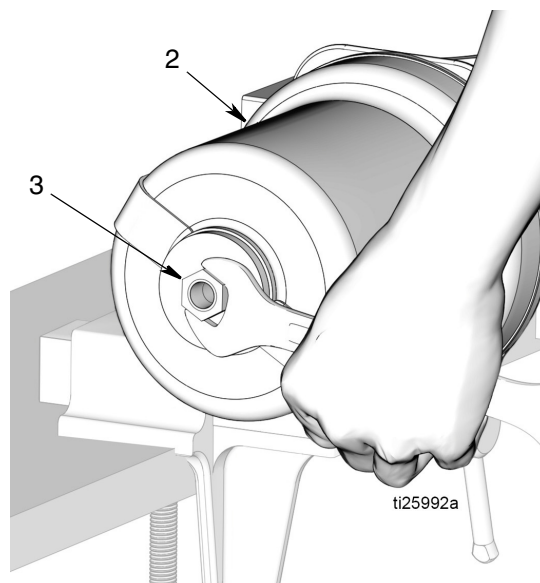

Рис. 57
- е. Накрутите стопорную гайку поршня (3) на верхнюю часть пневматического цилиндра (2), как показано на Рис. 57. Затяните гайку гаечным ключом. Затягивать гайку следует с усилием 15 - 17 футофунтов (20,3 - 23,1 Н•м).